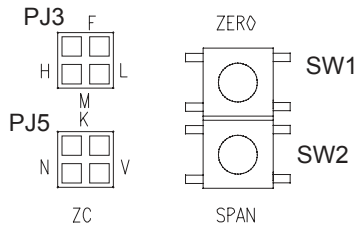

图 5 使用模式和量程选择开关
使用模式和量程分别由2个跳线开关选择, PJ3和PJ5, 见图5。
如果LCD显示模块被安装,并且用户使用在风速测量模式下,K系数就可以调整。此时,需要设置K系数调整模式。即将PJ5的跳线设置在位置“K”,见图5。此时,LCD显示的是皮托管的K系数。这时,就可以调整该K系数了。方法是连续按下“ZERO”和“SPAN”按钮(此时该二个按钮分别相当于“UP”和“DOWN”按钮,即增加和减小),直到需要的K系数被设定好(在LCD上可以看到这个过程)。此时,重新设置PJ5的跳线开关到风速位置“V”。不可以把该跳线开关留在位置“K”。工厂设定的K系数是1.0。其可以调节的范围是0.5-3。
为此,需要设置调整时间常数模式。即将PJ3的跳线开关设置在位置“F”,见图5。此时,LCD会显示该时间常数。这时,就可以调整该常数了。方法是连续按下“ZERO”和“SPAN”按钮(此时该二个按钮分别相当于“UP”和“DOWN”按钮,即增加和减小),直到需要的时间常数被设定好(在LCD上可以看到这个过程)。此时,再重新将该跳线开关恢复到原来的位置。不可以将此开关留在“F”位置上。工厂设定的该常数是0.5秒。
本产品可以由用户自行重新校准。校准按钮是调零按钮“ZERO”和调量程按钮“SPAN”,见图5。共4个参数可以被重新校准:输入压差零点、输入压差满量程、模拟输出零点(即0V或4mA)和模拟输出满量程(即10V或20mA)。输入压差和模拟输出是分别校准的。这些被重新校准的参数都会存储在非易失存储器中,不需要外部电源或电池保持。同时,出厂时的原始设置参数也会永久保存,以便随时恢复。
**校准模拟输出的零点**-首先把跳线开关PJ3设置在“F”位置,把PJ5设置在“K”位置,见图5,然后连续二次按下“ZERO”按钮。该按钮必须在1秒钟内被均匀连续按下2次。过快按2次也不可以。按照产品输出形式的不同,此时,模拟输出应该在0V或4mA附近。这时,再通过连续按下“ZERO”和“SPAN”按钮(此时该二个按钮分别相当于“UP”和“DOWN”按钮,即增加和减小),直到用高精度电压或电流表测试出的电压或电流在0.00V或4.000mA。此时,再次同时按下“SPAN”和“ZERO”按钮,则完成本次校准。这时的模拟输出将正确反映当时的过程压差值。
**校准模拟输出满量程**-首先把跳线开关PJ3设置在“F”位置,把PJ5设置在“K”位置,见图5。并将高精度电压表或电流表与变送器输出正确连接,然后连续二次按下“ZERO”按钮。该按钮必须在1秒钟内被均匀连续按下2次。过快按2次也不可以。按照产品输出形式的不同,此时,模拟输出应该在10V或20mA附近。这时,再通过连续按下“ZERO”和“SPAN”按钮(此时该二个按钮分别相当于“UP”和“DOWN”按钮,即增加和减小),直到用高精度电压或电流表测试出的电压或电流在10.00V或20.000mA。此时,再次同时按下“SPAN”和“ZERO”按钮,则完成本次校准。这时的模拟输出将正确反映当时的过程压差值。